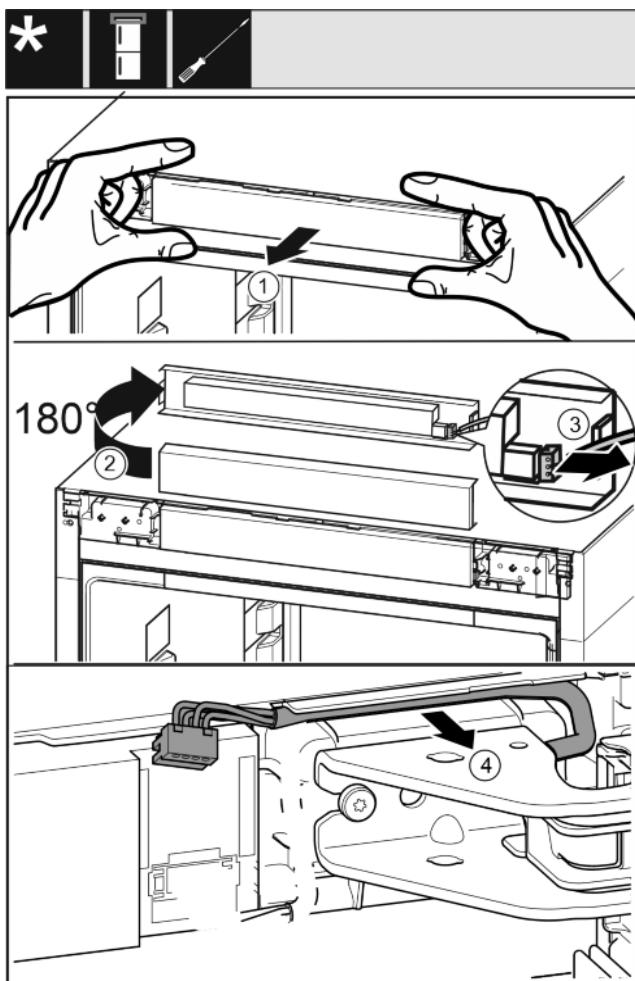

Fig. 15
- ▶ Oprezno odvojite masku uređaja za rukovanje prema naprijed. Fig. 15 (1)
- ▶ Okrenite masku za rukovanje prema gore za 180°. Fig. 15 (2)
- ▶ Pritisnite ježićac prema natrag i oprezno izvucite utikač. Fig. 15 (3)
- ▶ Oprezno otpustite kabel iznad podloška ležaja iz vodilice. Fig. 15 (4)